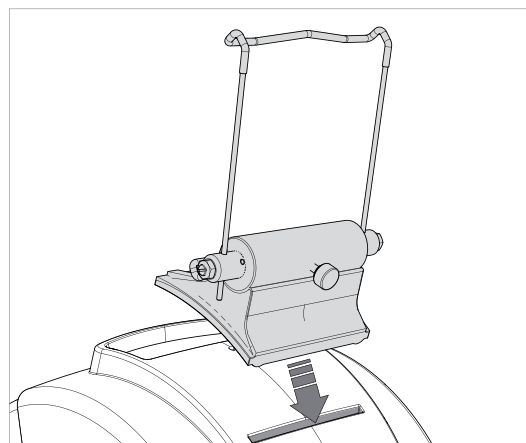

Fig. 14
- 3) Instalar el soporte tablet de modo que el detalle perfil entre en la ranura que está en el cárter superior (Fig. 14).